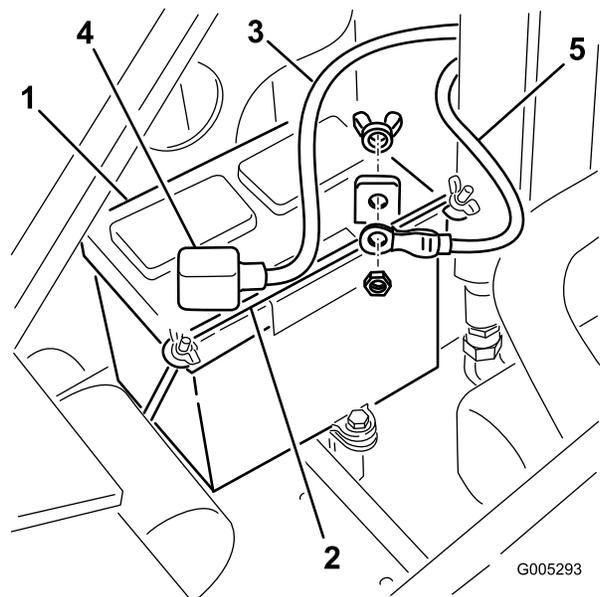

図 32
- バッテリー固定用の蝶ナットとバーを外す 図 32。
5. バッテリー端子から、マイナス黒アース側ケーブルを外す 図 32。締結具はすべて保管しておく。
7. バッテリー端子から、プラス赤ケーブルを外す 図 32。締結具はすべて保管しておく。
1. 先ほど取り外したねじ類を再使用して、プラスケーブル赤いケーブルをバッテリーのプラス端子に取り付ける 図 32。
3. 先ほど取り外したねじ類を再使用して、マイナスケーブル黒いケーブルをバッテリーのマイナス-端子に取り付ける 図 32。
4. 押さえ棒と蝶ナットでバッテリーを固定する 図 32。